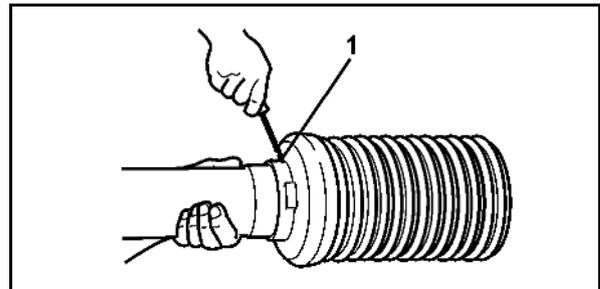

Fig. 58
6. Schmiernippel (Fig. 58/1) lösen und Gelenkwelle (Fig. 58/2) aufstecken.
7. Anschlussgabel (Fig. 58/3) mit Abscherschraube (Fig. 58/4) befestigen.
8. Schmiernippel (Fig. 58/1) eindrehen.